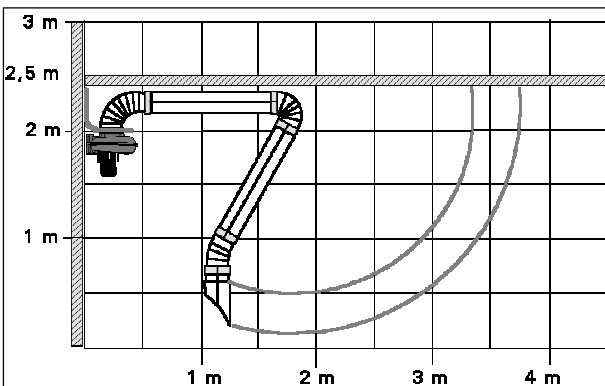

Fig. 1.02
- Zie fig. 1.02; ventilator 180° gedraaid